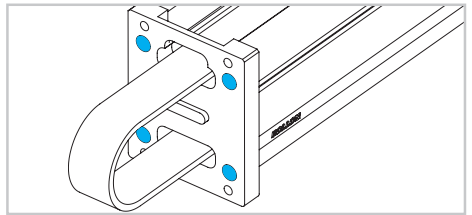

Fig. 15
- 15) Retirer la plaque de connexion en desserrant les 4 vis (Fig. 15)